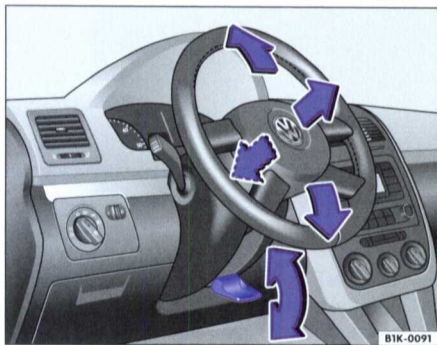

Fig. 16 Réglage de la position du volant de direction
- Basculez le levier  $\Rightarrow$  fig. 16 situé sous la colonne de direction vers le bas  $\Rightarrow$  .